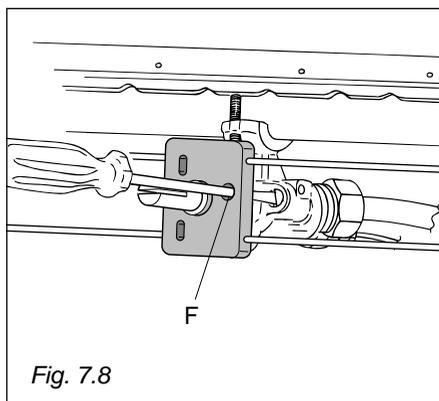

Fig. 7.8
I rubinetti del piano di lavoro sono dotati valvolatura di sicurezza; in questi rubinetti la vite di regolazione del minimo è situata all'esterno del rubinetto (Fig. 7.8).
- Sfilare la manopola del rubinetto e con un cacciavite a taglio agire sulla vite "F", attraverso l'apposito foro del microinterruttore (fig. 7.8), fino ad ottenere la fiamma desiderata.